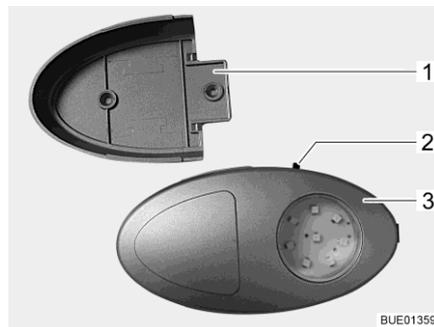

Fig. 73 Eclairage de la penderie/lampe de poche
- ▷ Il est possible d'extraire l'éclairage de la penderie de son support vissé (Fig. 73,1) et de l'utiliser comme lampe de poche.
Le bouton Marche/Arrêt (Fig. 73,2) se trouve directement sur l'éclairage de la penderie (Fig. 73,3).